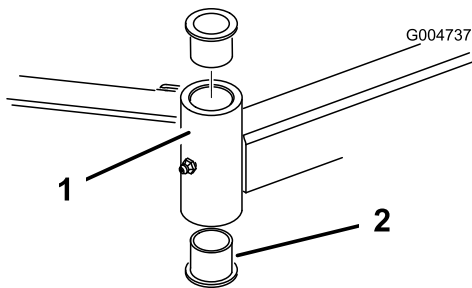

Figura 27
4. Inserte un botador fino en la parte superior o inferior del tubo de montaje y dé golpes hasta retirar el casquillo del tubo (Figura 27). Retire también el otro casquillo del tubo. Limpie el interior de los tubos para eliminar toda suciedad.